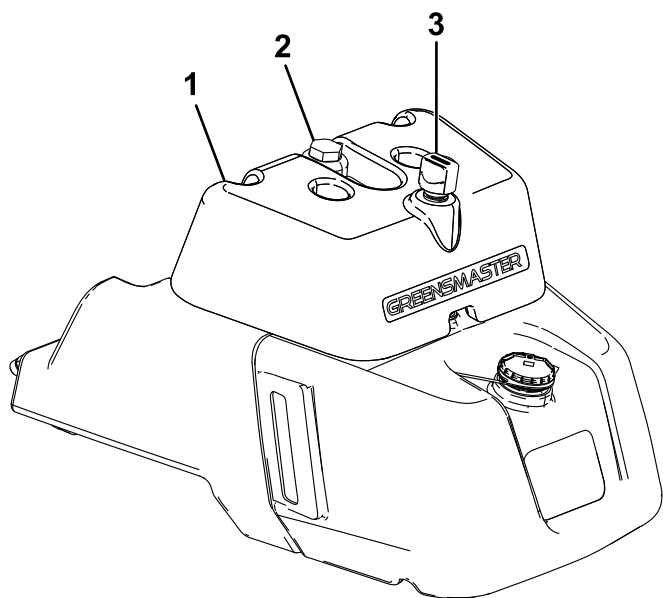

図 44
- 油圧オイルタンクに油量確認窓がついている場合は、そこで確認し 図 44 ステップ 5 に進んでください。